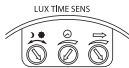

Рис. 3
1. Поверните ручку регулировки времени против часовой стрелки до минимума, поверните ручку «LUX» по часовой стрелке до максимума (солнце), поверните ручку регулирования чувствительности «SENS» по часовой стрелке до середины (рис. 3)